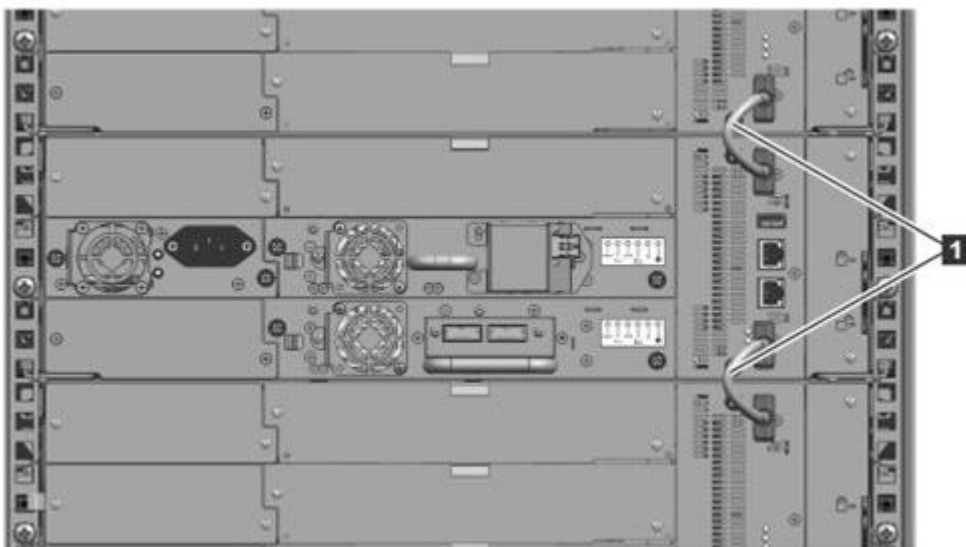

図 1-40 接続されたモジュール
5. ライブラリの背面から、各ペアのモジュールを、図 1-40 に示されているように、拡張相互接続ケーブル ([1]) を使用して隣接モジュールに接続します。